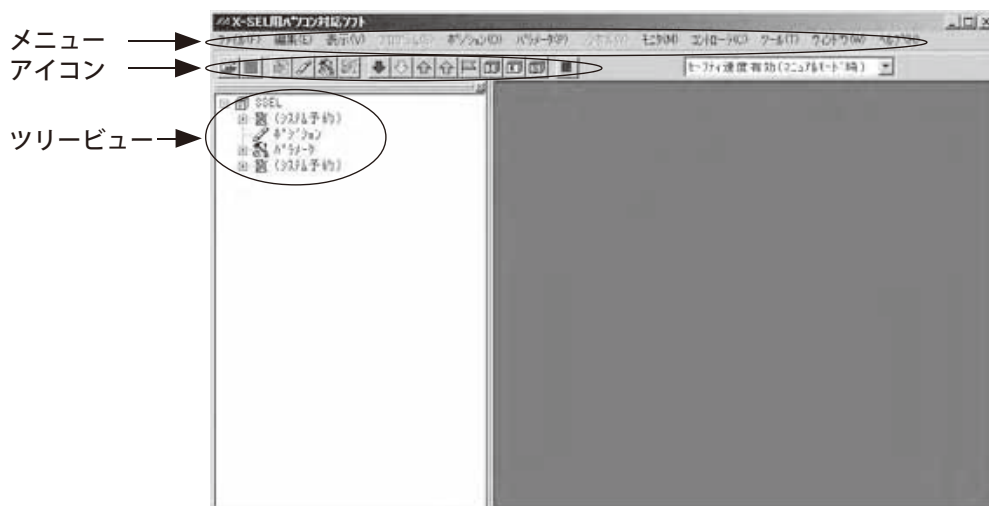

図 3.6 オンライン画面 (SSEL コントローラのポジショナモード時)
(6) SSEL コントローラのポジショナモード
本ソフトが起動すると、SSEL コントローラのポジショナモードの場合は、図3.6に示されるメインのウィンドウが開かれ、メニューとツールバー上のアイコンが現れます。画面左側のツリービューは、メニューの「表示 (V)」→「ツリー表示 (T)」の操作により表示できます (初期画面：メインメニュー)。